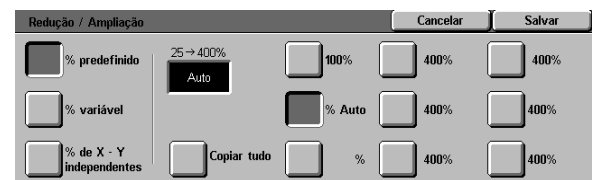

Figura 15: % predefinida de Reduzir/Ampliar
- 2 Na tela Reduzir/Ampliar, selecione a opção % **predefinida**, conforme ilustrado na Figura 15.